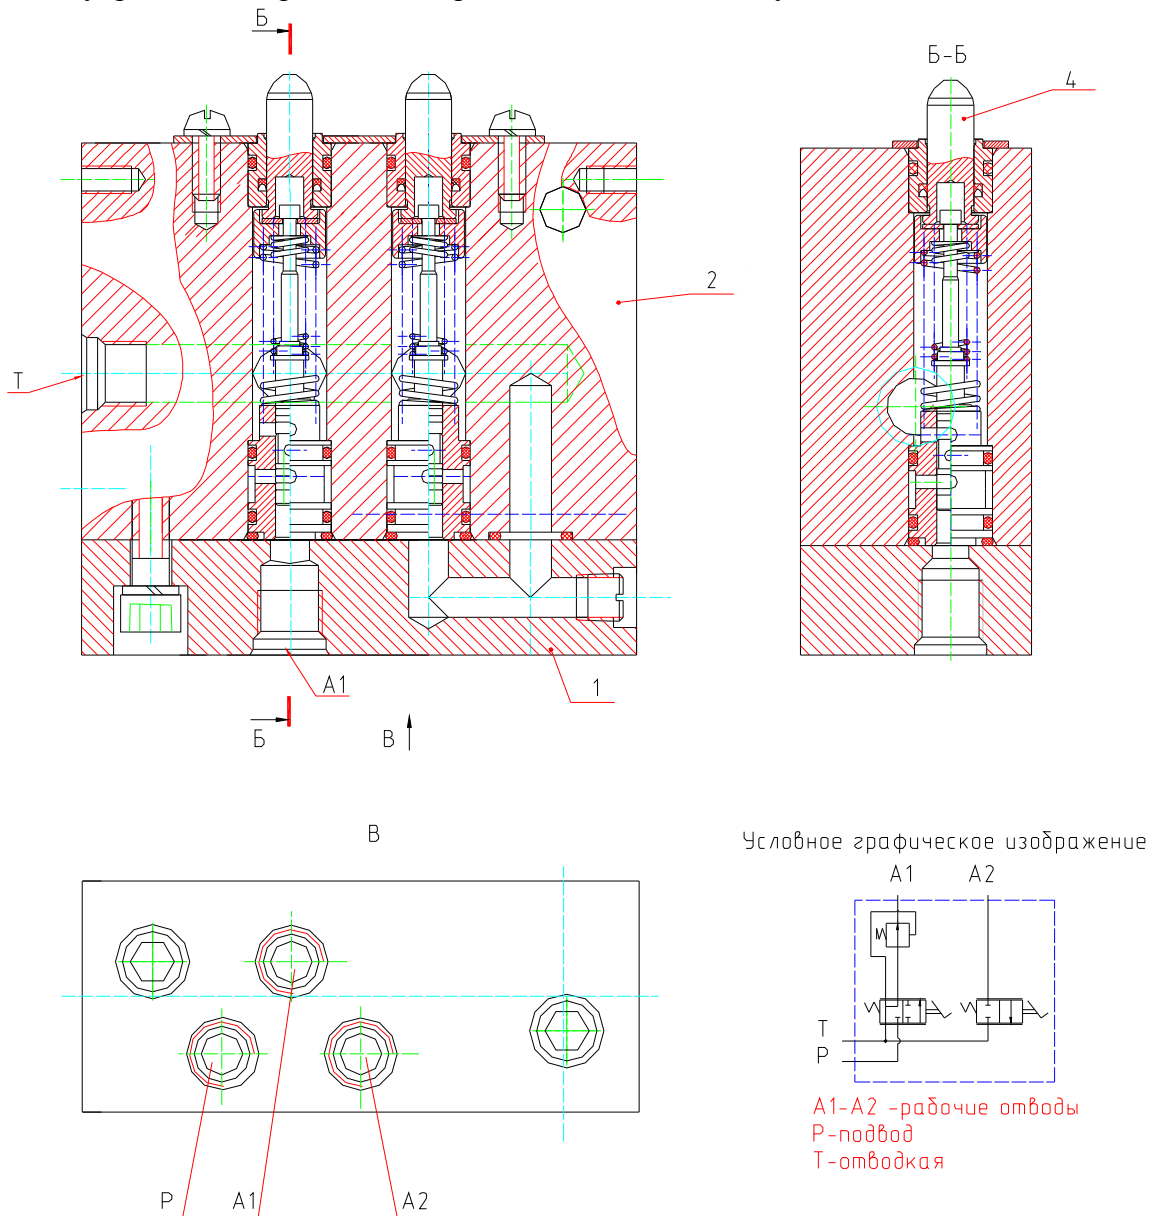

Рис. 38 Блок управления тормозами педальный
3) блок управления тормозами III (рис. 38) - педальный двухзолотниковый.